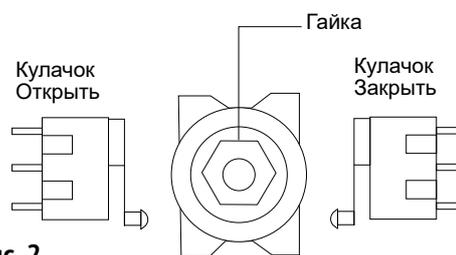

рис. 2
- вращая кулачки (желтый - открытие, красный - закрытие) установите их таким образом, чтобы кулачок зажимал нужный микро выключатель в требуемом положении (рис. 2);